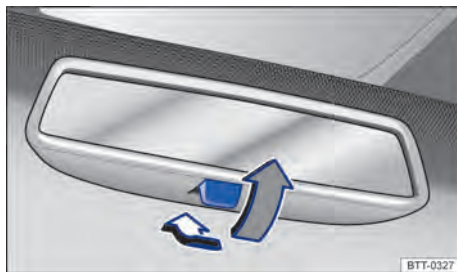

Fig. 78 En el parabrisas: espejo retrovisor interior antideslumbrante manual.
- Ubicación de noche: tirar de la palanca → fig. 78 (flecha gris), para evitar el deslumbramiento de los faros de los vehículos que circulan detrás.